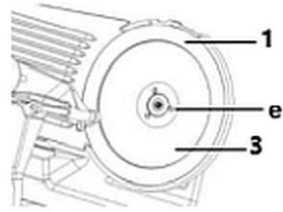

Рис. 13
4. Щоб зняти ніж (1), необхідно відкрутити 3 фіксуючі гвинти (e) за допомогою відповідної викрутки (рис. 13).
5. Обережно від'єднати ніж (1).
6. Вимити захист ножа (3) і ніж (1) теплою водою з нейтральним миючим засобом. Використовувати губку, відповідну щітку для чищення або м'яку ганчірку. Промити в чистій воді.